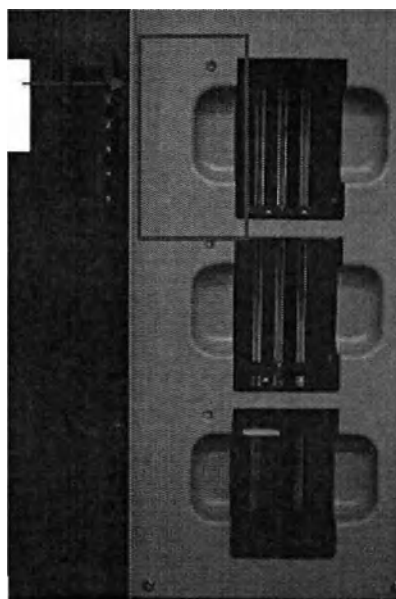

Рисунок 2.6 – Отсек для калибровочных предметных стекол.
(8) Отсек для калибровочных предметных стекол: Для технического обслуживания внутри дверцы предусмотрен отсек для калибровочных предметных стекол (см. рисунок 2.6).